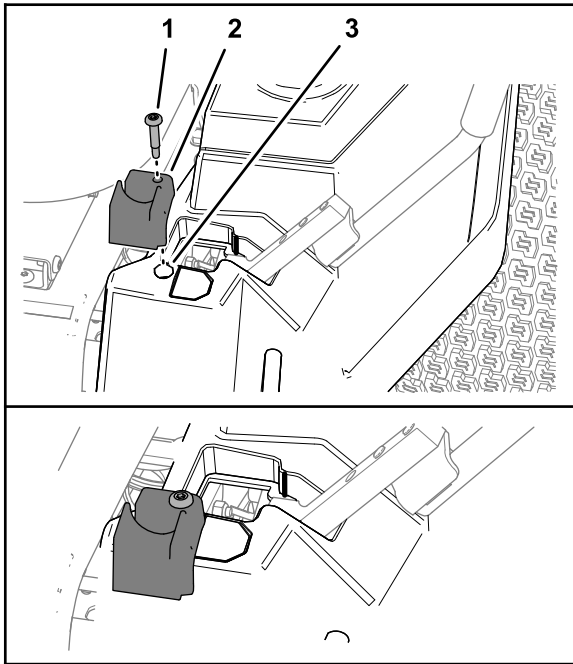

**Bild 14**
1. Entfernen Sie die Ansatzschraube ( $\frac{1}{4}'' \times \frac{5}{16}''$ ) mit denen die linke Verkleidung an der Maschine befestigt ist (Bild 14).